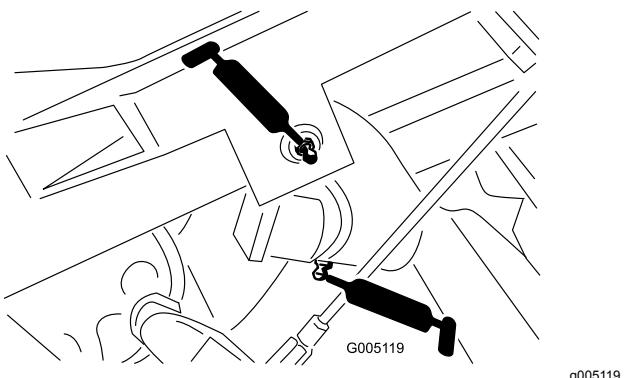

Bild 33
- Hubarmgelenk (3) und Schwenkscharnier (3) (Bild 33)